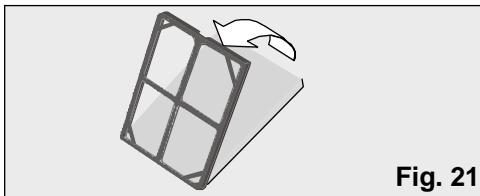

Fig. 21
- Vérifiez que le filtre purificateur est placé dans le positionneur, dans le cas contraire, placez-le comme indiqué dans le **Fig 21**. Placez la partie obscure du filtre en contact avec le positionneur.